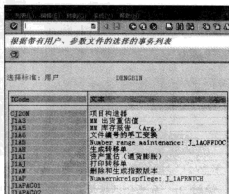

图 15-25 查询该用户所有可用的事务代码
STEP 2 运行出来的结果如图 15-25 所示。在此界面中选择某一个“Tcode”后单击“”按钮，即可查看该“Tcode”对应的具体授权对象和权限值。